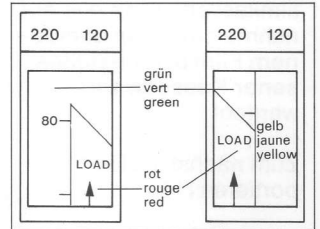

Fig. 13b
6.3. Filmende: Wird auf dem Messband resp. der Anzeigetrommel durch «load» und den Beginn des roten Bereiches angezeigt (Fig. 13b + 13c). Der Papiernachspann muss noch aufgewickelt werden.
6.3. End of the film: Will be indicated on the metering strip/frame counter with «load» and the beginning of the red section (fig. 13b + 13c). The end of the backing paper yet has to be wound up.
6.3. Fin du film: est indiqué sur le ruban de mesure resp. sur le tambour de mesure par «load» et par le début de la zone rouge (fig. 13b + 13c). L'amorce de fin en papier doit être encore enroulée.